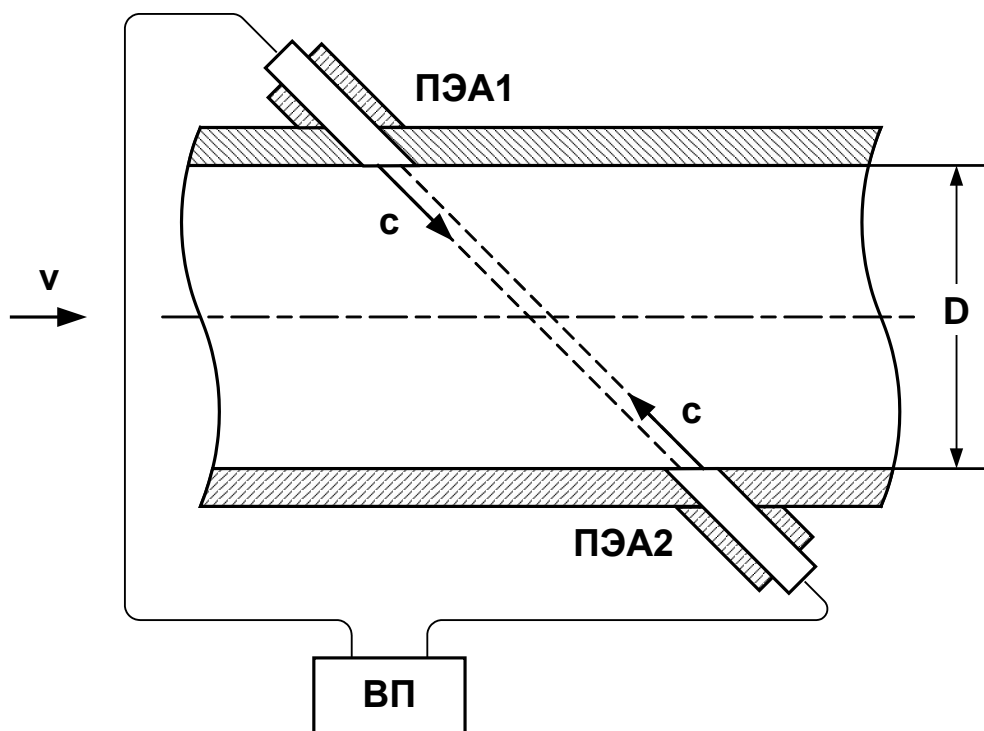

Рис. 1. Схематическое изображение измерительного участка с установленными ПЭА.
1.5.1.2. Электрические зондирующие импульсы, генерируемые ВП, одновременно поступают на ПЭА1 и ПЭА2 (рис.1).